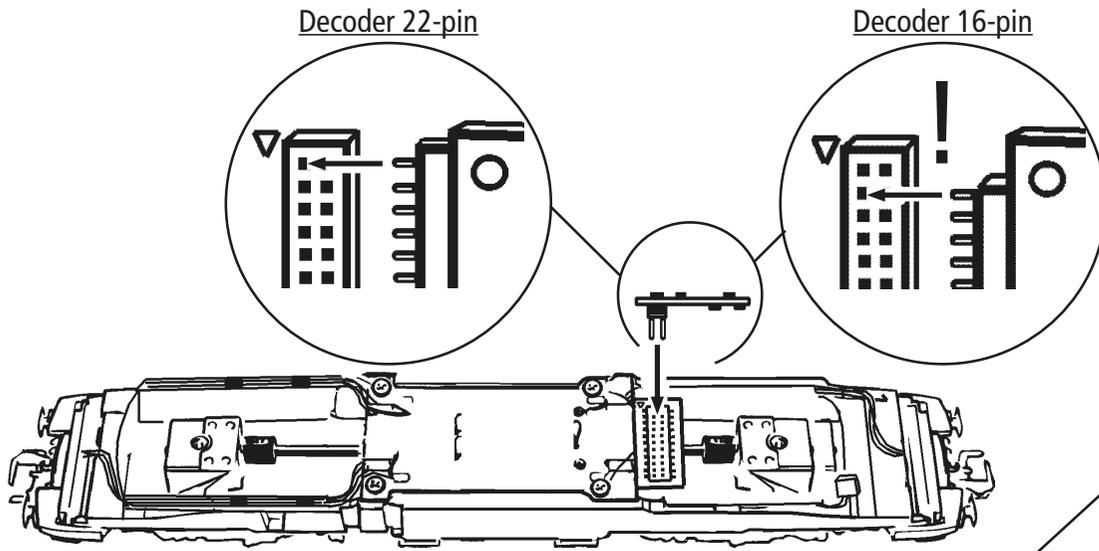

Fig. 8
1. Reinigung der Radstromkontakte: Radstromkontakte können auf unsauberen Schienen leicht verschmutzen. Entfernen Sie **vorsichtig** mit einem kleinen Pinsel **den Schmutz** an den in Fig. 4 gekennzeichneten Stellen. Dazu zuerst den Getriebedeckel abnehmen (Fig. 8).
3. Haftreifenwechsel: Zuerst den Getriebedeckel abnehmen (Fig. 8). Danach den **Radsatz** herausnehmen und die **Haftreifen** mit einer Nadel od. mit einem feinen Schraubendreher abziehen (Fig. 8). Beim Aufziehen der neuen Haftreifen darauf achten, dass diese sich nicht verdrehen.
1. Cleaning of wheel contacts: Wheel contacts easily get dirty on tracks which are not entirely clean. Use a small brush to **remove dirt** from spots marked in fig. 4. Prior to cleaning the contacts dismantle the bogie (Fig. 8).
3. Change of traction tyre: Remove the gear cover (Fig. 8). Take out **wheel set** and remove **traction tyre** using a pin or a fine screwdriver (Fig. 8). When pressing on the new traction tyre please **avoid twisting it**.
1. Nettoyage des lames de courant aux roues: Les lames de contacts risquent de s'encrasser rapidement sur des voies poussiéreuses. Veuillez **enlever la poussière** aux endroits marqués à la Fig. 4 à l'aide d'un petit pinceau souple. A ces fins démontez d'abord le bogie (Fig. 8).
3. Échange des bandages d'adhérence: Dé- montez d'abord le **couvercle du carter** des en-grenages (Fig. 8). Délogez ensuite les essieux ban-dagées et enlevez, à l'aide d'une aiguille ou d'un tourne-vis fin, les bandages d'adhérence (Fig. 8). Lors du montage des nouveaux bandages veuillez veiller à ce que les bandages **ne soient pas tor-dués**.